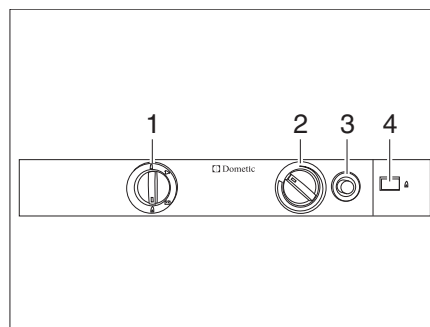

Fig. 318 Elementos de mando para el frigorífico (Dometic de la serie 8)
- Situar el selector de energía (Fig. 318,1) en "▲".
- Presionar el regulador giratorio (Fig. 318,2), girarlo al nivel máximo y mantenerlo presionado. Esperar hasta que salga gas hacia el quemador.
- Presionar el botón de encendido de gas (Fig. 318,3) y mantenerlo pulsado. El encendido se realiza automáticamente.
- Mantener pulsado el botón de encendido de gas (Fig. 318,3) hasta que el indicador de llama (Fig. 318,4) esté verde y soltarlo entonces.
- Mantener aún presionado el regulador giratorio (Fig. 318,2) de 10 a 15 segundos y después soltarlo.
- Situar el selector de energía (Fig. 318,1) en "▶".
- Ajustar la temperatura de refrigeración con el regulador giratorio (Fig. 318,2).
- Situar el selector de energía (Fig. 318,1) en "⊕".